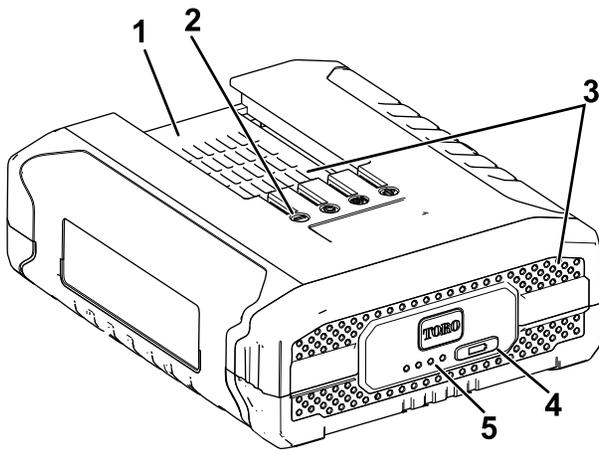

Figura 23
3. Alinee el hueco de la batería (Figura 23) con la lengüeta del cargador.